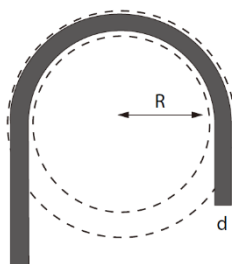

图 7 最小弯曲半径
- 在组件布线时，请始终注意最小弯曲半径（见图 7）。最小弯曲半径是电缆可弯曲的允许曲率。根据电缆类型的不同，必须应用特定的系数（电缆乘数）。对于我们的直流电缆，该系数为 4；